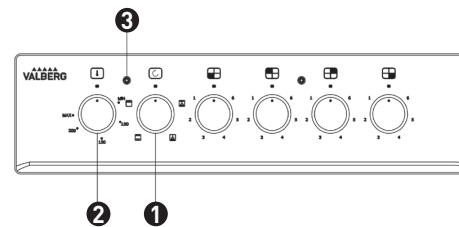

Imagen 7
El botón de selección le permite elegir entre las 4 funciones siguientes. Con ayuda del botón del termostato, podrá elegir la temperatura deseada. Gire el botón del termostato para calentar el horno. El indicador luminoso (imagen 7, número ③) se encenderá y se apagará cuando el horno haya alcanzado la temperatura deseada. Esta luz se encenderá y se apagará automáticamente cuando el termostato del horno alcance la temperatura seleccionada.